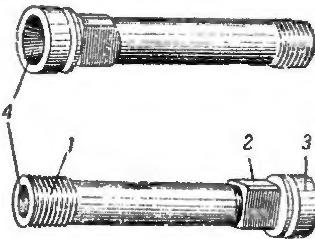

Рис. 6. Газовый регулятор:
7. Газовый регулятор (рис. 6) служит для регулирования количества отводимых пороховых газов из канала ствола. Регулятор имеет пять поперечных отверстий различного диаметра, любое из которых может быть установлено против газового отверстия газовой каморы.